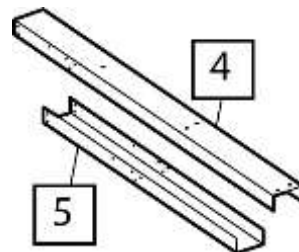

fig. 3
**A)** Coloque el perfil U corto (5) , con los lados abiertos hacia arriba, a continuación deslice el perfil U largo (4) encima del perfil corto, con los lados abiertos hacia abajo, a fin de formar una caja, asegúrese que los orificios de ambos perfiles están igualados, pero no los atornille, fig. 3.